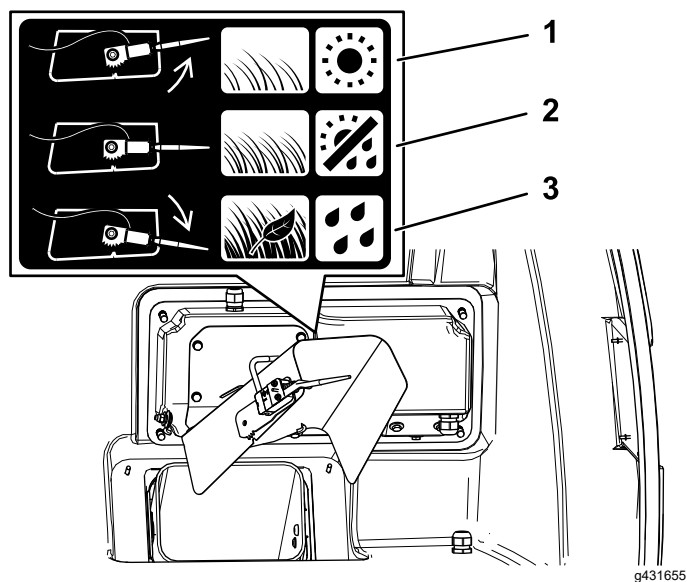

図 28
- 通常の芝状態や通常の天候時には、センサーを中位置にセット 図 28。
- ぬれた芝、密度の高い芝生、落ち葉を集める時や、センサーが働く前にホッパーが満杯になってしまう場合にはセンサーを下向きに回す 図 28。
- 乾いた芝、密度の低い芝生や、ホッパーが満杯になっていないのにカッティングユニットが停止する場合にはセンサーを上向きに回す 図 28。